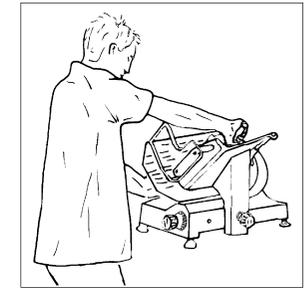

ABB. Nr. 7b - Falschen Position
3. eine korrekte Haltung einnehmen, um Unfälle zu vermeiden: legen Sie Ihre rechte Hand auf den Griff des Resthalters und anschließend die linke Hand neben den Scheibenschutz (**ohne dabei in Kontakt mit dem Messer zu gelangen**); der Körper soll senkrecht zur Arbeitsfläche sein (Abb. Nr. 7a). **ACHTUNG:** Keine Körperhaltungen einnehmen, die den direkten Kontakt von Körperteilen mit dem Messer mit sich führen (z. B. Abb. Nr. 7b);